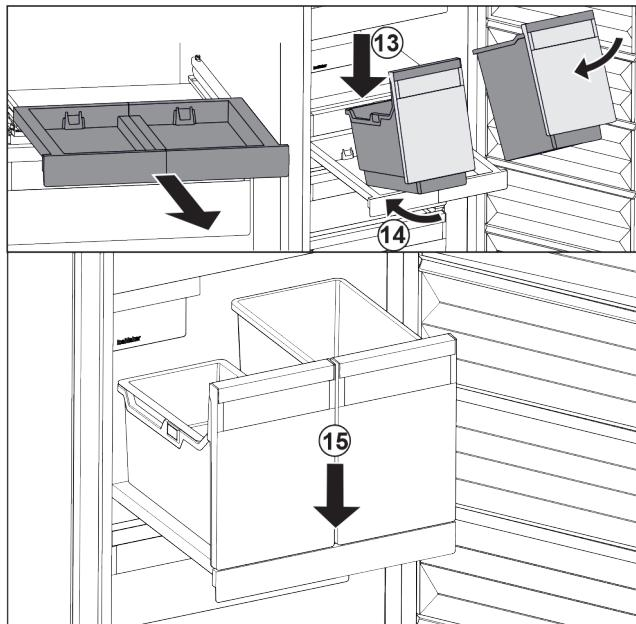

Fig. 29
- Nasadte nádobu šikmo na vysouvací desku. Fig. 29 (13)
- Zasuňte nádobu šikmo dozadu. Fig. 29 (14)
- Usadte vpředu nádobu. Fig. 29 (15)